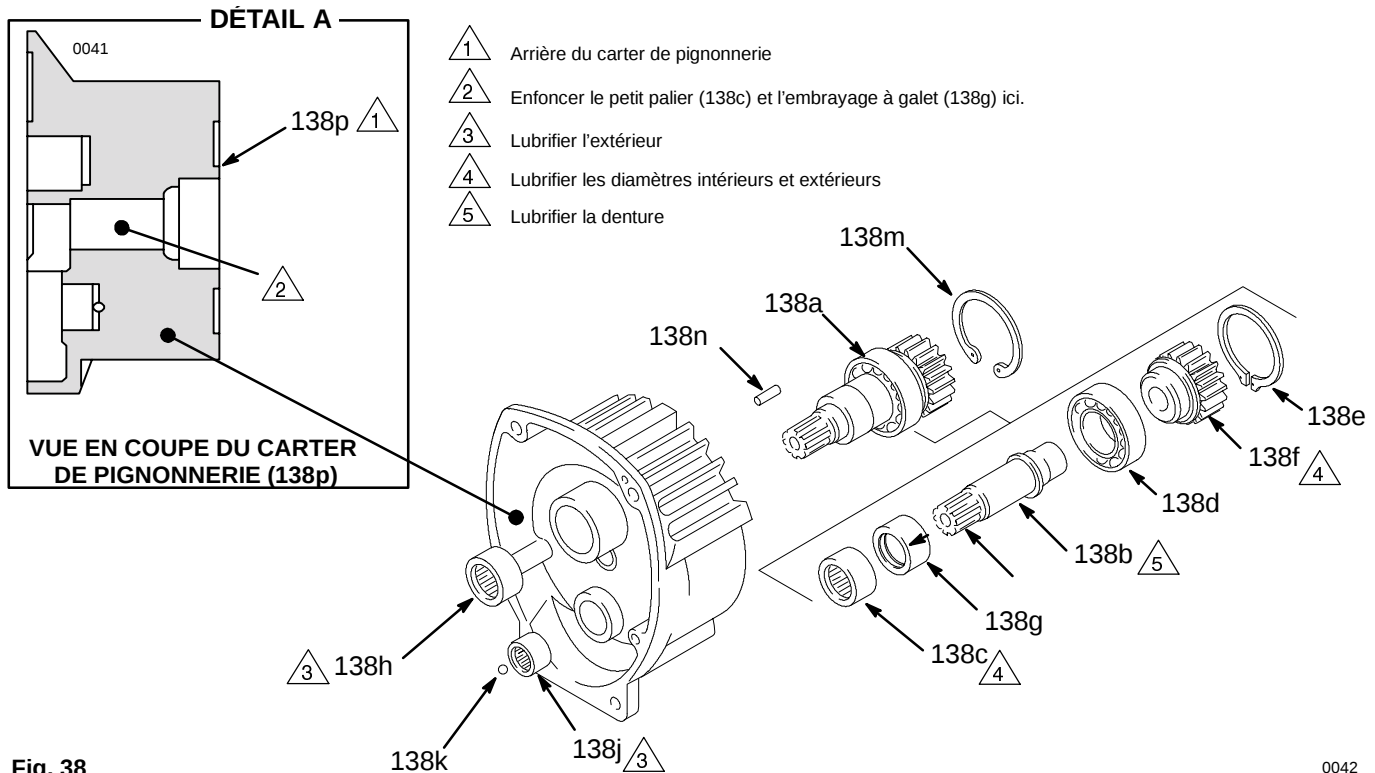

Fig. 38 0042
REMARQUE: Sauf indication spécifique, se référer à la figure 38.
4. A l'aide d'une presse hydraulique, après avoir placé les morceaux de barres d'acier sur la bague de roulement intérieure du gros palier (138d), chasser l'arbre à travers le moyeu et le palier. Voir Fig. 38.
5. Appliquer du lubrifiant sur les pièces indiquées à la figure 38.
- Le petit palier (138c), puis l'embrayage à galet (138g) à l'arrière du carter (138n), la flèche tournée dans le sens du palier. Voir le détail A de la Fig. 38.